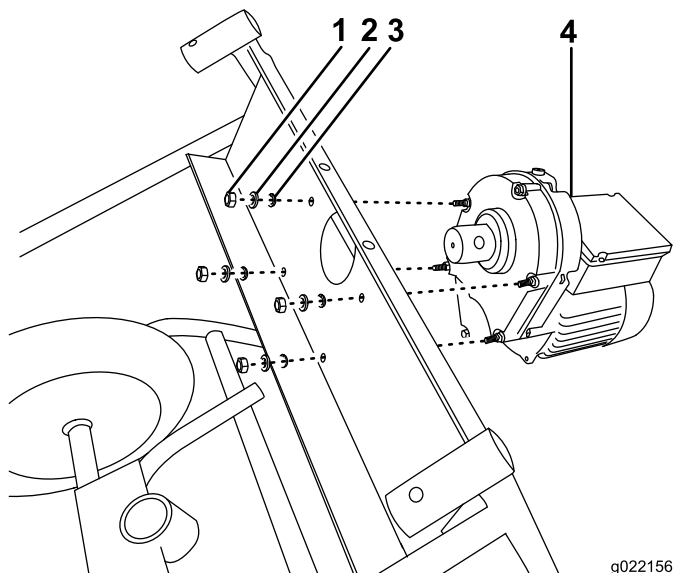

Figure 5
1. Mettez le moteur en place sur le cadre de la machine; voir Figure 5.
2. Fixez le moteur à la machine avec des écrous, des rondelles et des rondelles-freins; voir Figure 5.